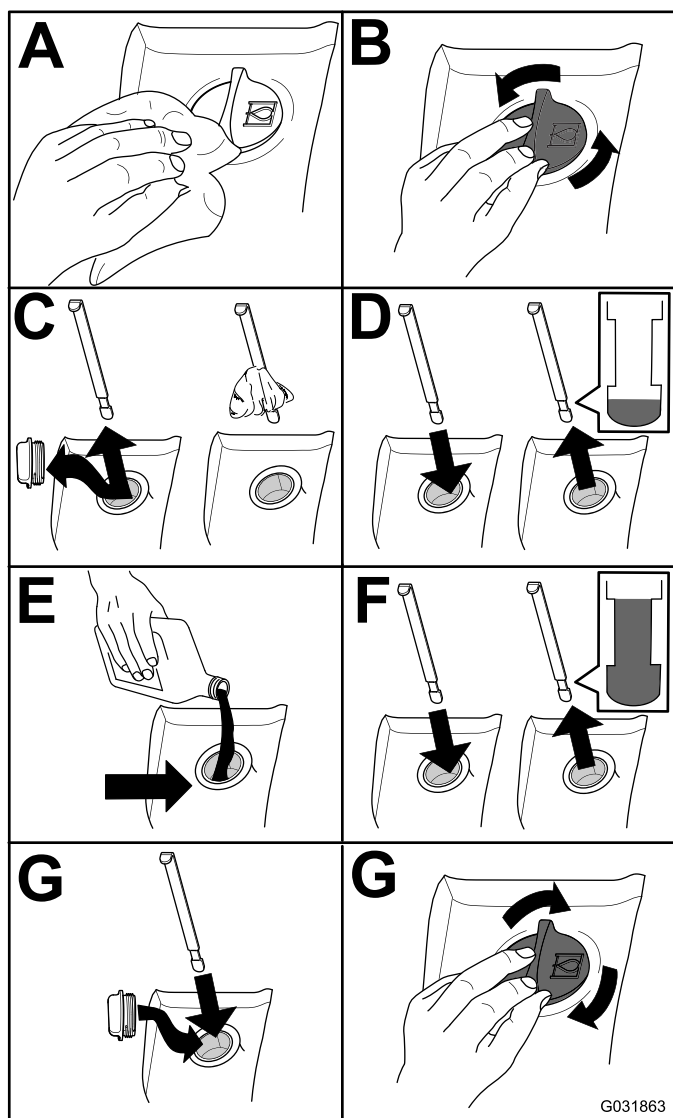

Figure 75
2. Contrôlez le niveau du liquide hydraulique (Figure 75).